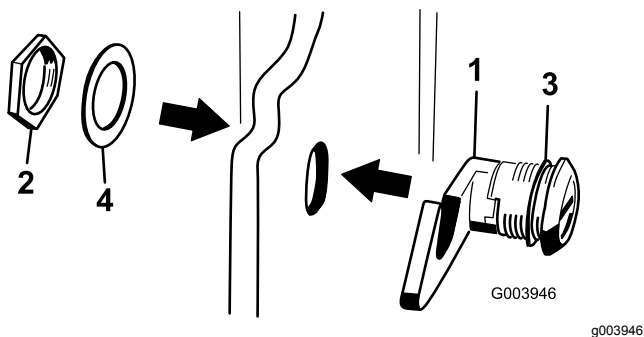

Bild 18
- Nehmen Sie die Mutter vom Motorhaubenriegel ab (Bild 18).